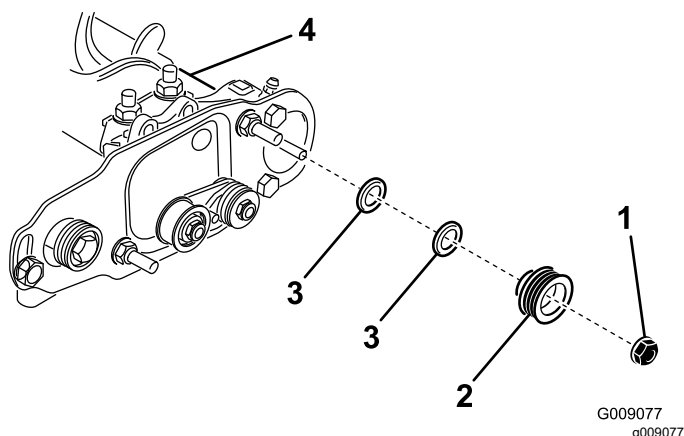

Figura 23
3. Retire la contratuerca que sujeta la polea arrastrada al eje del cepillo (Figura 22 o Figura 23).
4. Retire la polea arrastrada del eje (Figura 23).
5. Si es necesario desplazar la polea hacia fuera, añada una arandela de 0,8 mm de grosor (Figura 23).